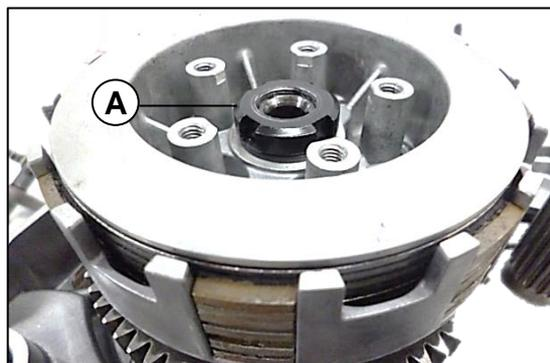

Fig. 06
Remover la tuerca del embrague (A) con herramienta especial tipo castillo **Fig. 06**